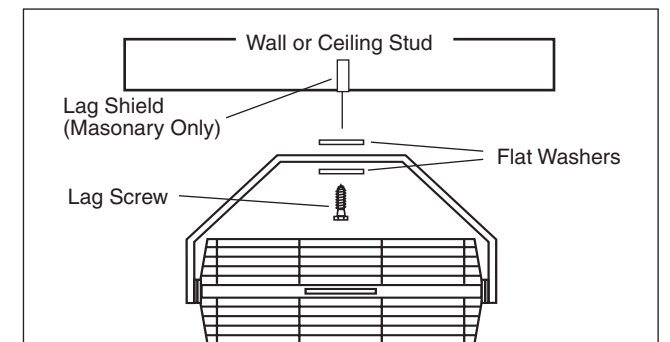

Figure 1
- WOOD STRUCTURES:** Locate the wall or ceiling stud nearest to the desired Fan location. Attach the Fan to the stud using a 3/8" diameter x 2" long Lag Screw (Not Supplied). (**Figure 1**)
3. **MASONRY STRUCTURES:** Attach Fan using a 3/8" Lag Screw, with a Lag Shield of appropriate length (Not Supplied). (Figure 1)
1. **ESTRUCTURAS DE MADERA:** Localice el montante de pared o techo más cercano a la ubicación deseada para el Ventilador. Una el Ventilador al montante, usando uno Tornillo de Retraso de 5/16" de diámetro x 2" de longitud (No Proporcionados). (Figure 1)